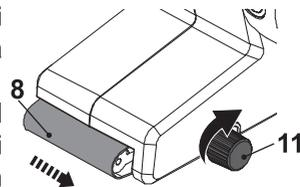

Fig. 4
1. Asigurați-vă că comutatorul de pornire / oprire (on/off) (3) este în poziția oprită. Conectați ștecherul cu o priză adecvată.
2. Țineți bine produsul și apăsați comutatorul on/off (pornit/oprit) (3) apoi eliberați-l. Banda de șlefuire se rotește puțin timp pentru a verifica poziția corectă.
3. În timp ce banda de șlefuire se rotește, reglați butonul de reglarea urmăririi (7) pentru a alinia banda de șlefuire pe centrul roților (10, 12).
4. Rotiți butonul de reglare a urmăririi (7) în sensul acelor de ceasornic pentru reglarea benzii de șlefuire (8) spre stânga (cum se vede din perspectiva operatorului) (Fig. 4).